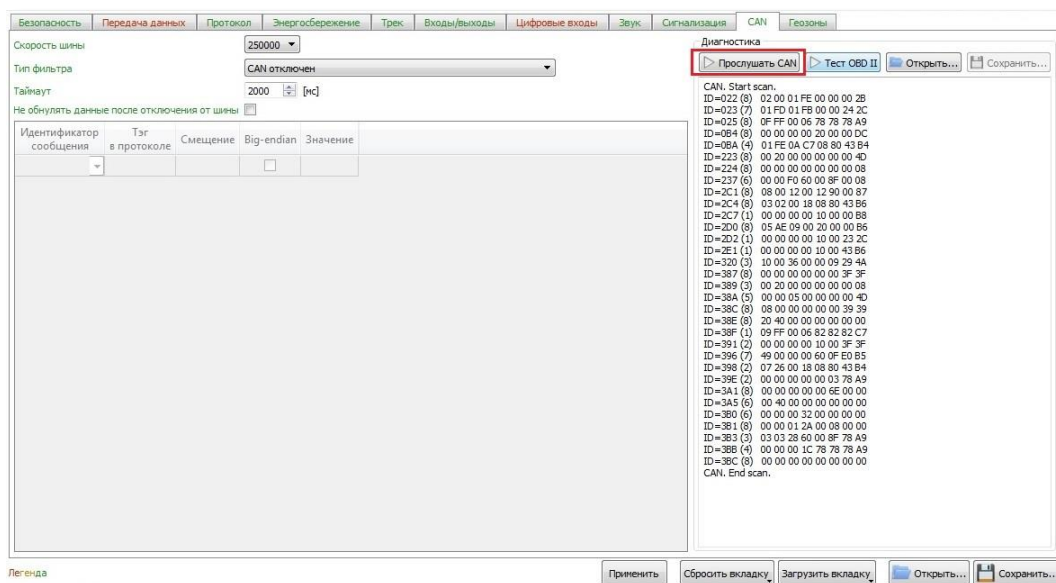

Рисунок 24. Настройка сканирования из CAN-шины в Конфигураторе
- тип фильтра в данном случае не имеет значения (рис. 24).